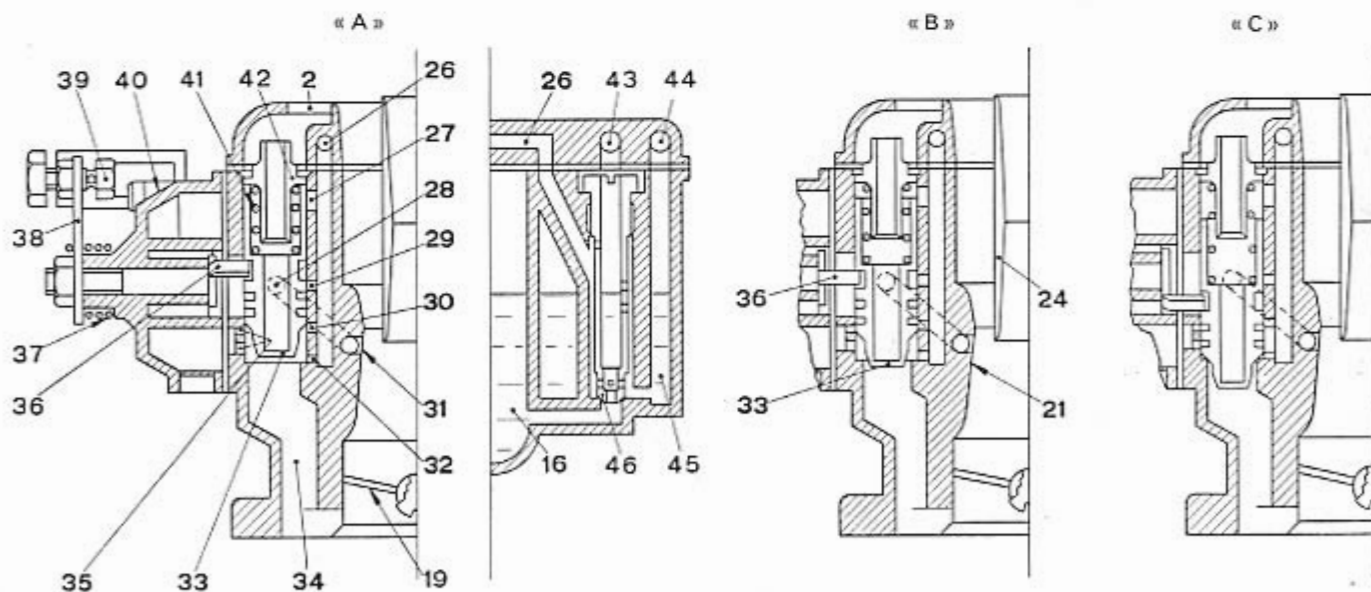

Fig. 115 - Coupes illustratives du dispositif de starter du carburateur.
Dispositif de starter (fig. 115).
Le dispositif de starter est constitué par la soupape (33, fig. 115), actionnée par l'appendice de culbuteur (36) relié au levier de commande (38) par un arbre approprié. En tirant la commande du starter à fond de course, la manette (38) et le culbuteur (36) font soulever la soupape (33) de son siège et l'amènent en position d'ouverture totale (schéma « A », fig. 115). En ces conditions la soupape (33) ferme le trou d'air (27) et le trou de mélange (29), tandis qu'elle démasque les trous de mélange (30) et (32), communicants avec le gicleur de starter (46) à travers le canal (26), aussi bien que les trous d'air (35). Le trou (29) peut communiquer avec le conduit du carburateur, avec la soupape (33) en position d'ouverture partielle, à travers la rainure centrale de la soupape elle-même, le canal (28) et le trou (31) pratiqué dans le diffuseur (21) en coïncidence de la section restreinte.
et (32) et les trous d'air (35), elle en réduit au fur et à mesure la quantité: de cette façon le dispositif débite un mélange dont le titre et la quantité baissent en fonction du degré d'enclenchement du dispositif même (schéma « B » de fig. 115).
Avec le dispositif de starter déclenché, la soupape (33) masque aussi le trou (29), ce qui empêche le rappel de mélange (schéma « C » de fig. 115).